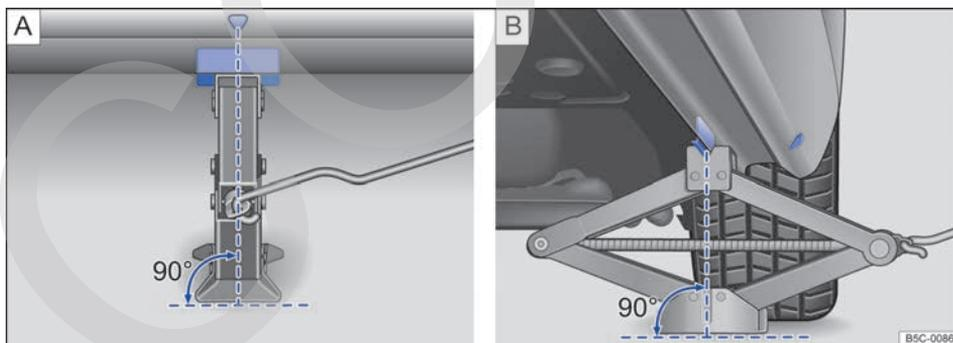

Fig. 212 Gato colocado en el lado izquierdo del vehículo, en la zona trasera.
8. Asegúrese de que toda la base del gato descanse firmemente sobre el suelo y de que se encuentre exactamente debajo del punto de apoyo en vertical → fig. 212 **A** y **B**.
9. Centre el gato y siga subiéndolo con la manivela hasta que la garra sujete el refuerzo de debajo del vehículo → fig. 212.
- Coloque el gato solamente en los puntos descritos. La garra del gato deberá sujetar bien el refuerzo del larguero inferior → fig. 212.